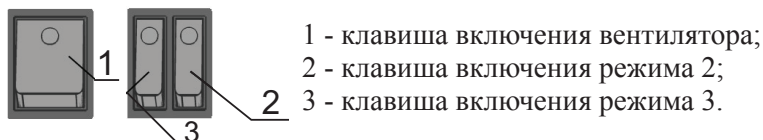

Рис. 2 Блок управления
6.1 Установить клавиши (см. рис. 2) включения вентилятора (1) и режимов (2, 3) в положение «выключено».
Установите клавишу включения вентилятора (см. рис. 2) в положение «включено», при этом начинает работать вентилятор и загорается подсветка клавиши.